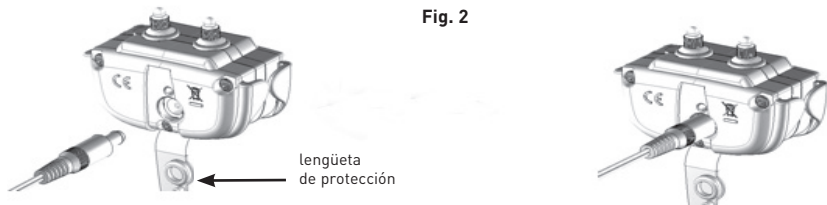

Fig. 2
- Quitar la lengüeta de protección de la toma de carga situada en la parte trasera del collar (Fig. 2).
- Conecte el cargador al collar en la toma de carga (Fig. 2).